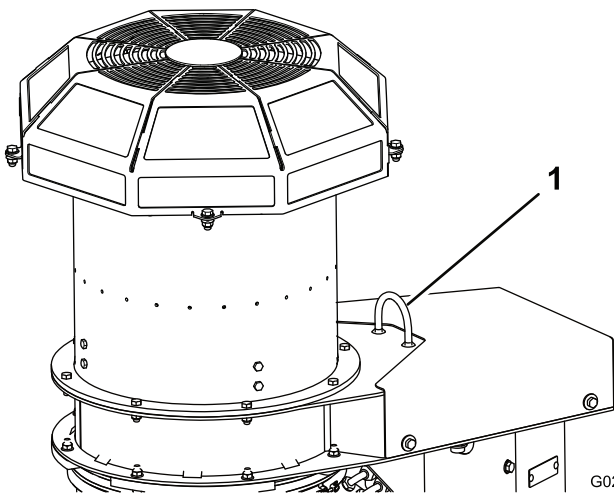

Figura 7
- Retire la cincha del palet y sujétela a la argolla de elevación del soplador (Figura 7).